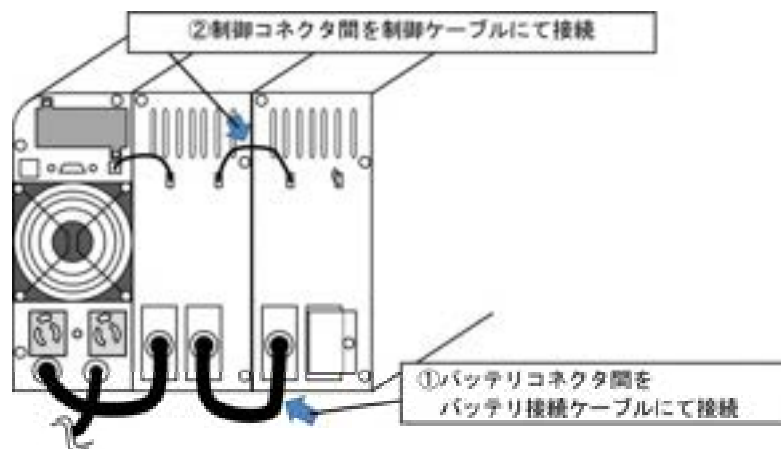

図 5
- ③ 図5のバッテリー増設用ケーブル ECF1-BECT (縦置き形状用) / BECR (横置き形状用) のバッテリー接続ケーブルにて、既設バッテリーユニットと増設バッテリーユニットのバッテリーコネクタを接続してください。また、バッテリー増設用ケーブル添付の制御ケーブルにて既設バッテリーユニットと増設バッテリーユニットの制御コネクタを接続してください。